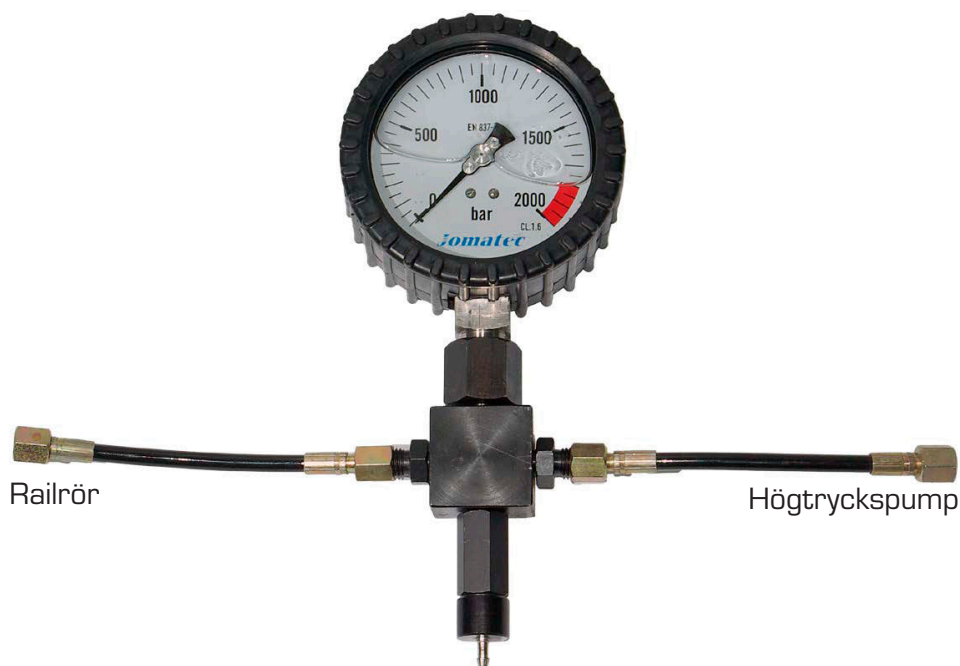

Fig. 2
- Se till att slangarna är rena för att förhindra att partiklar tränger in i insprutningssystemet och montera sedan slangarna i ett "T" på tryckmätaren, så att vi får en uppsättning som i fig. 2.